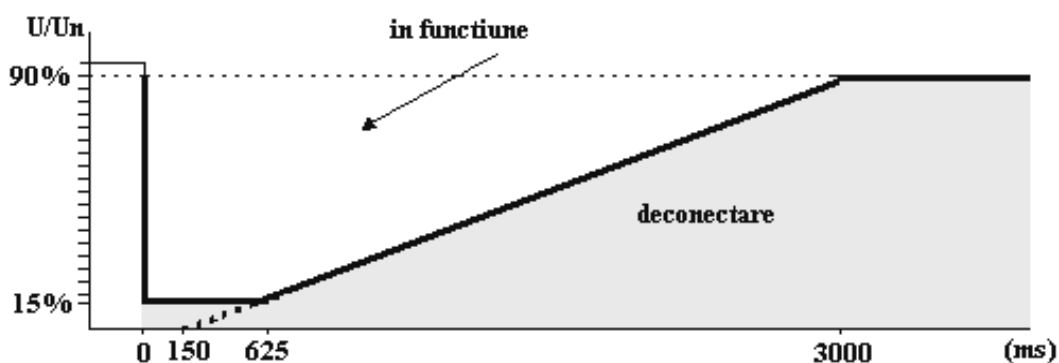

Figura 1: Forma golurilor de tensiune la care grupurile generatoare trebuie să rămână în funcțiune
- c) (1) CE trebuie să rămână în funcțiune:
- (2) Funcționarea la tensiuni sau la frecvențe anormale nu trebuie să conducă la reducerea puterii active disponibile cu mai mult de 20%.
- rămână în funcțiune la apariția golurilor și a variațiilor de tensiune, pe una sau pe toate fazele, în punctul de racordare, de tipul celor din figura 1: